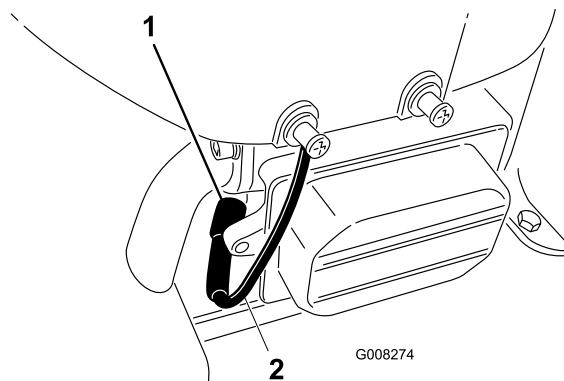

Figura 25
6. Scollegate il cappellotto dalla candela (Figura 25).
8. Togliete la candela e la rondella metallica (Figura 25).
3. Collegate il cappellotto alla candela (Figura 25).